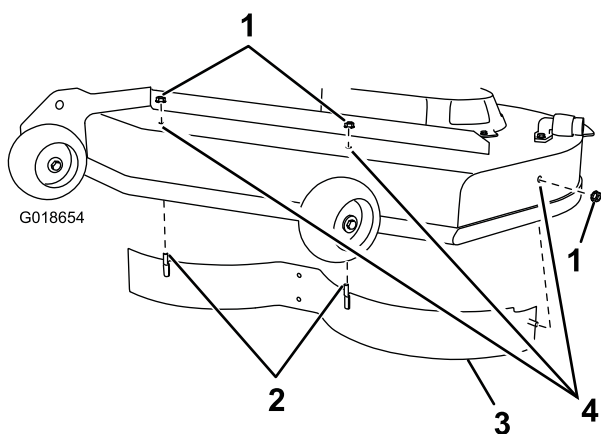

Figura 2
9. Retire los pernos obturadores y las tuercas de los puntos indicados en Figura 2.
10. Instale el deflector izquierdo en la carcasa de corte usando 3 contratuercas (5/16 pulgada) para sujetar las clavijas soldadas del deflector izquierdo a la parte superior de la carcasa de corte en las posiciones indicadas en Figura 2.